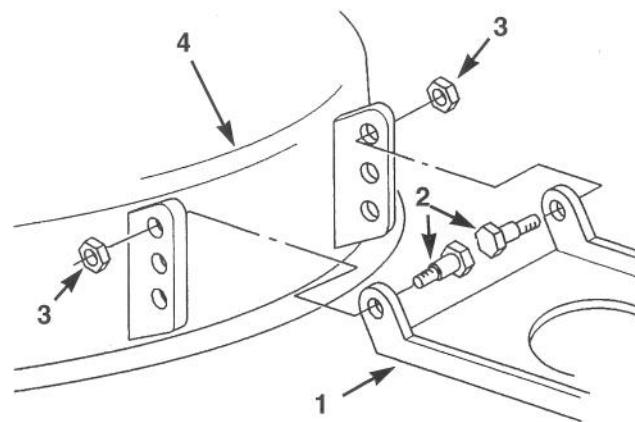

Bild 53
11. Wenn sich die 6,4 bis 15,8mm Neigung vorne-hinten nicht durch Drehen der Neigungseinstellmuttern realisieren läßt, die Mähwerk-Gelenkaufhängungen am Mähwerk verlagern (Bild 53).
12. Die Ansatzschrauben und Sperrmuttern vom Mähwerk abziehen (Bild 53).
13. Das Mähwerk in eine tiefere Lochstellung am Mäheraufhängegelenk einrasten und die Ansatzschrauben und Sperrmuttern wieder einsetzen (Bild 53).